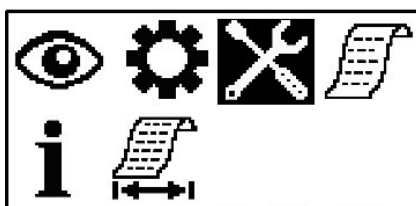

Рисунок 2.7 – Меню выбора специальных режимов (инверсией выделен выбранный символ)
2.3.7.3 Для перехода в меню выбора специальных режимов работы (рисунок 2.7) необходимо в режиме индикации баллов (массовой концентрации) однократно нажать кнопку «⌂».
2.3.7.5 Для перемещения по меню используется кнопка «▷». Изображение выбранного символа инвертируется (см. рисунок 2.7).